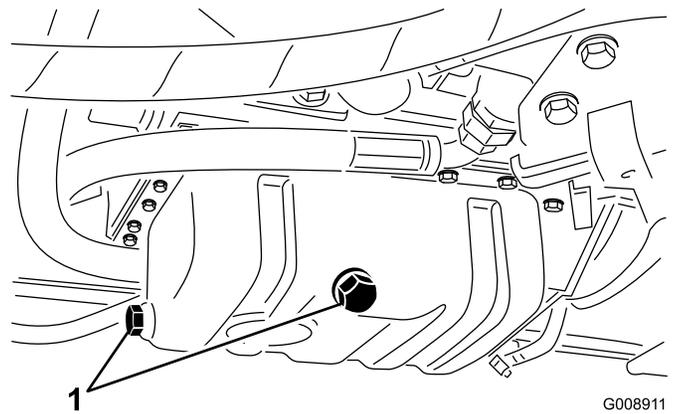

Рисунок 63
3. Снимите любую пробку сливного отверстия (Рисунок 63) и дайте маслу стечь в сливной поддон; когда масло перестанет вытекать, установите пробку сливного отверстия на место.